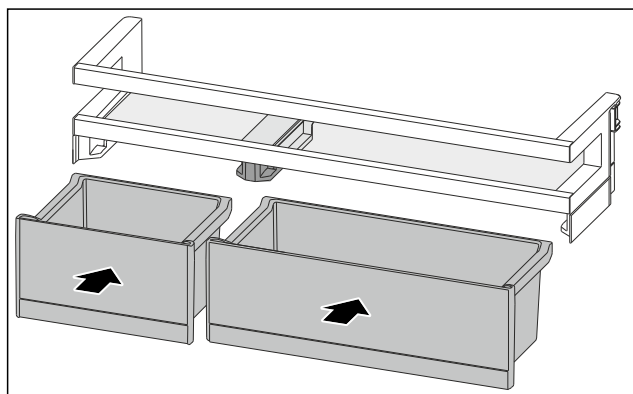

Fig. 129
- VarioBoxy vložte v opačném pořadí. (viz Fig. 129)